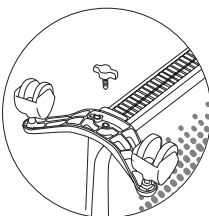

Рис. 8
- приложить планку опорной шасси к месту крепления на конвекторе так, чтобы выпуклая часть планки прилегала плотно к корпусу конвектора и находилась ближе к его задней стенке, винтовое отверстие должно совпадать (рис.8);